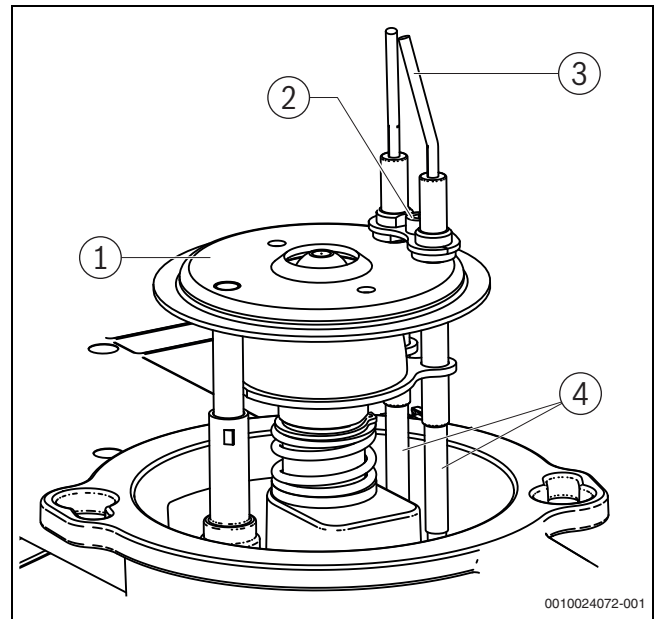

Bild 61 Mischsystem ausbauen
Die Zündelektroden (→ Bild 61, [1], Seite 37) müssen frei von Ablagerungen sein.
- Schraube (→ Bild 61, [2], Seite 37) zwischen den Zündelektroden [1] lösen.
- Zündleitungen (→ Bild 61, [5], Seite 37) von den Zündelektroden [1] abziehen.